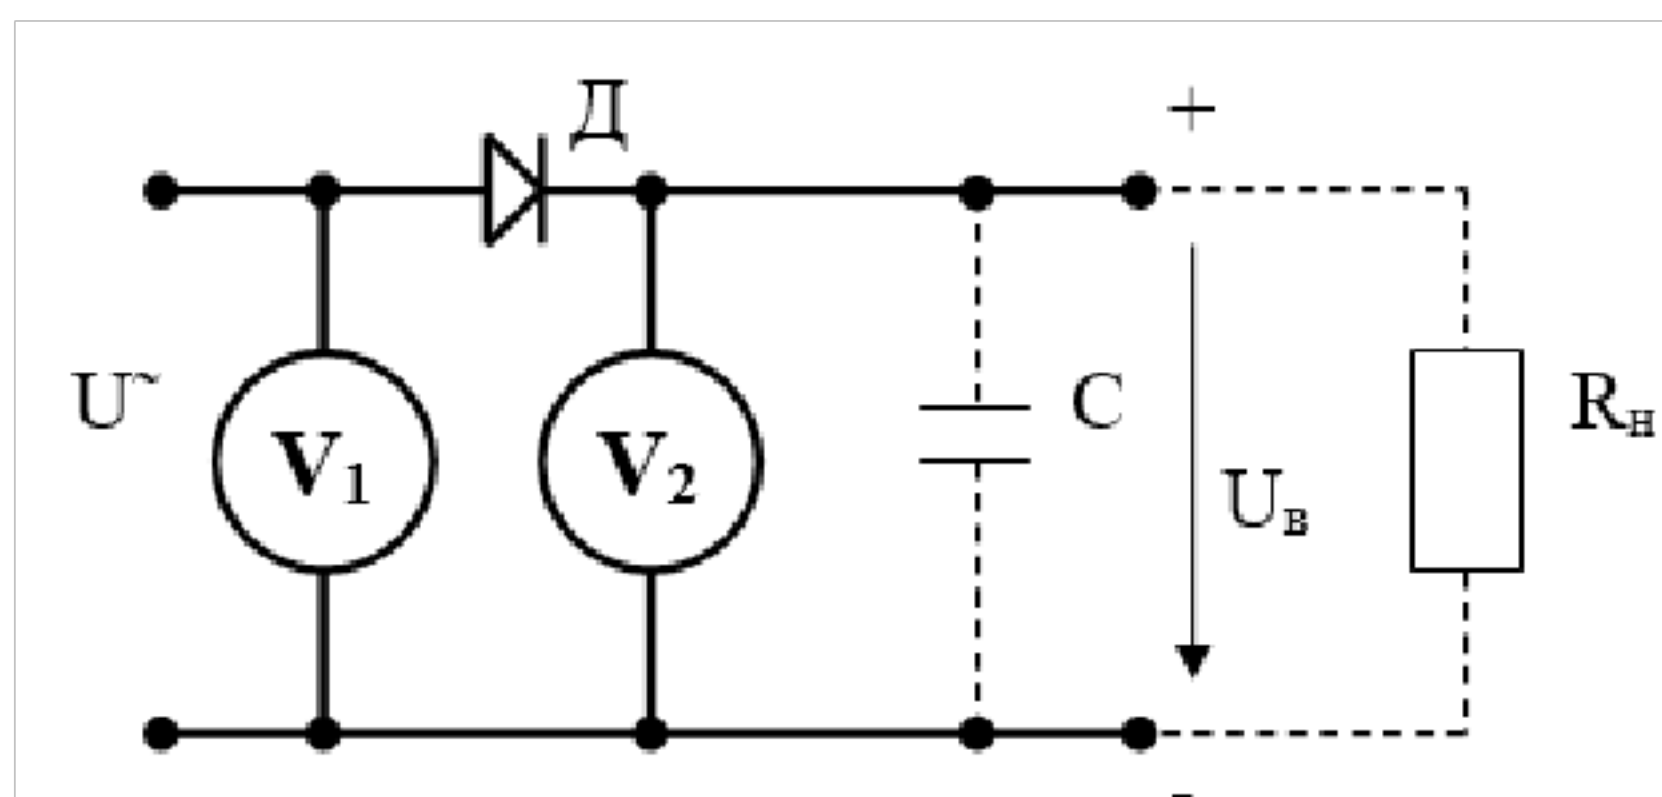
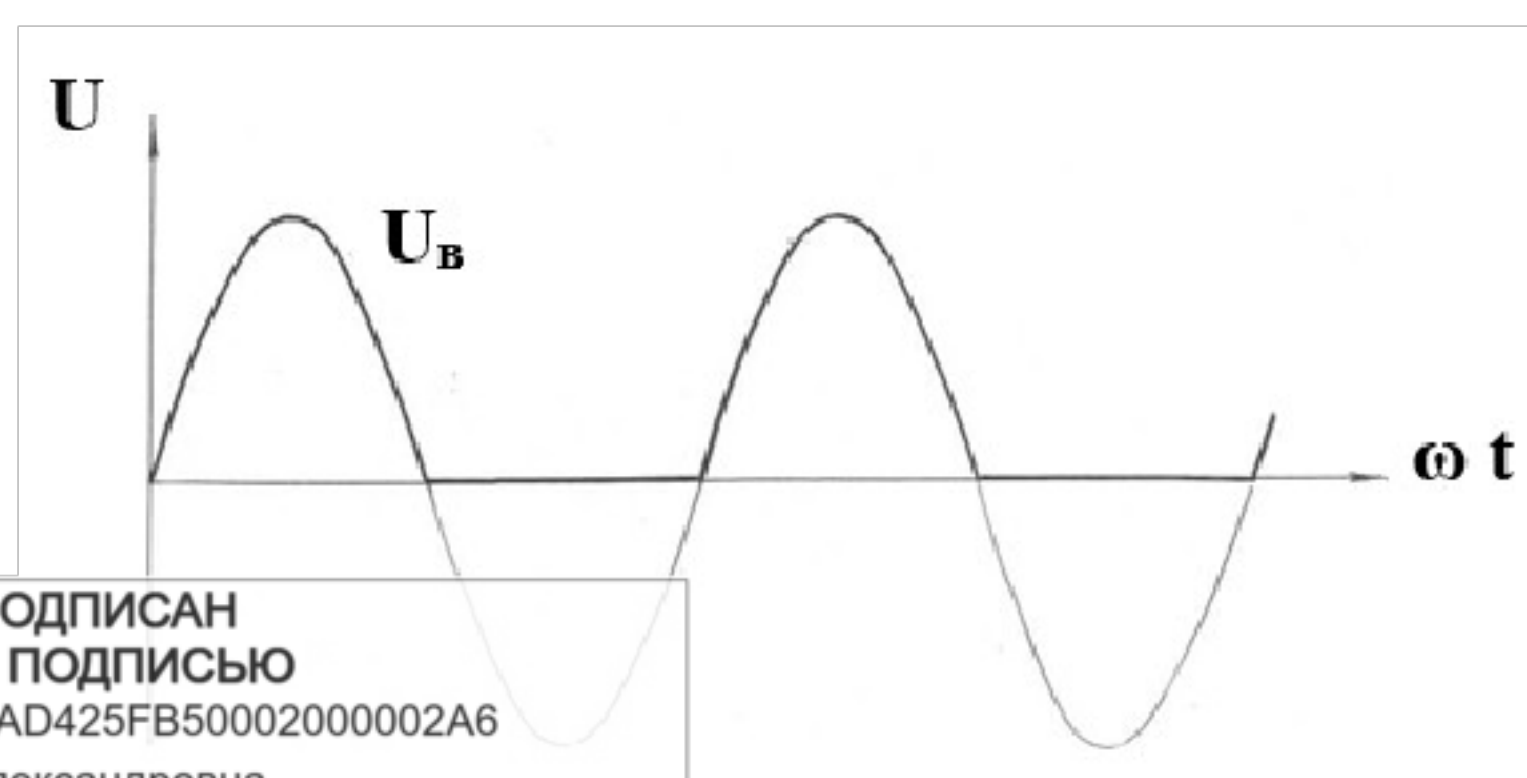

Рисунок 5.1
Рисунок 5.2
Наиболее простой является схема однофазного однополупериодного выпрямления (рис. 5.1), используемая для потребителей малой мощности, допускающих значительный уровень пульсаций выпрямленного напряжения. Форма кривой выпрямленного таким выпрямителем напряжения (жирная линия) представлена на рис. 5.2. Для сглаживания пульсаций напряжения параллельно нагрузке обычно включают электролитический конденсатор большой ёмкости.
2. Собрать схему рис. 5.1. Подать напряжение от источника переменного напряжения 7В. Измерить величину переменного и выпрямленного напряжений,
положительные, так и отрицательные полуволны входного сигнала. Если положительное смещение на базе отсутствует, то транзистор работает в режиме В (точка В на рис. 5.2), усиливая только положительные волны входного сигнала. Для уменьшения нелинейных искажений, которые особенно заметны при малых токах базы, на базу транзистора подают небольшое положительное смещение (точка АВ на рис 6.2), в этом случае транзистор усиливает положительные полуволны входного сигнала и частично – отрицательные. Режимы В и АВ используют в схемах двухтактных усилителей, в которых отрицательные и положительные полуволны усиливаются двумя разными транзисторами. В усилителе, используемом в данной лабораторной работе, транзистор работает в режиме А. Небольшое сопротивление в цепи эмиттера $R_Э$ предназначено для стабилизации положения начальной рабочей точки, которая осуществляется следующим образом.